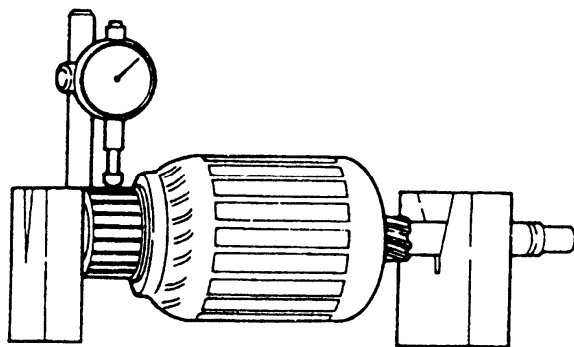

图 9-15
(1) 整流子的检查
①将整流子放在两块“V”形块上，用千分表检查跳动（见图 9-15）。极限值：0.05mm